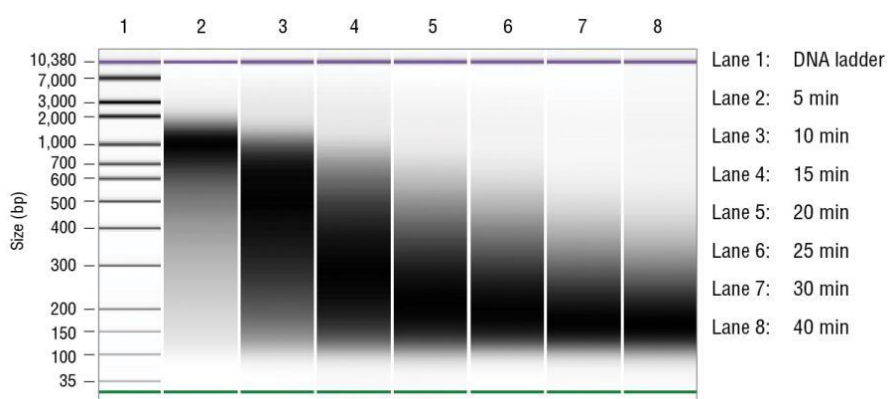

Figure 1: Example of size distribution on a Bioanalyzer®. Human DNA (NA19240) was fragmented for 5-40 min.
- 37 °C の反応中、DNA の断片化とエンドプレップの処理を同時に行い、15 分の反応時間でインサートサイズが 350 bp 程度のライブラリを得られる。インサートサイズの変更やサンプルによってさらに最適化が必要な場合は、Table 10 を参考にして、目的の断片化サイズの反応時間を設定する。Figure 1 は典型的な断片化パターンを示す。